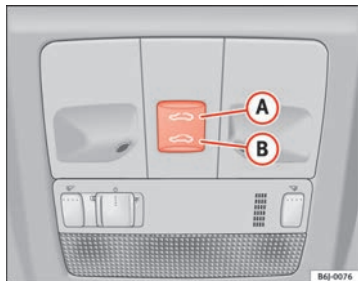

Fig. 52 Techo panorámico / deflector
- Pulse y mantenga pulsado el botón **(B)** ⇒ fig. 52 ⇒ , el techo realiza el movimiento de cerrado hasta que se suelta el botón.